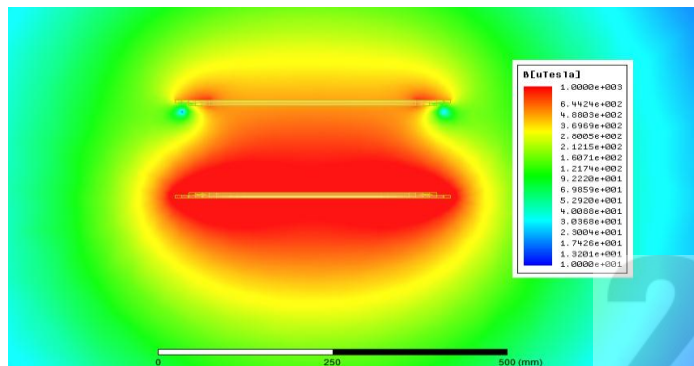
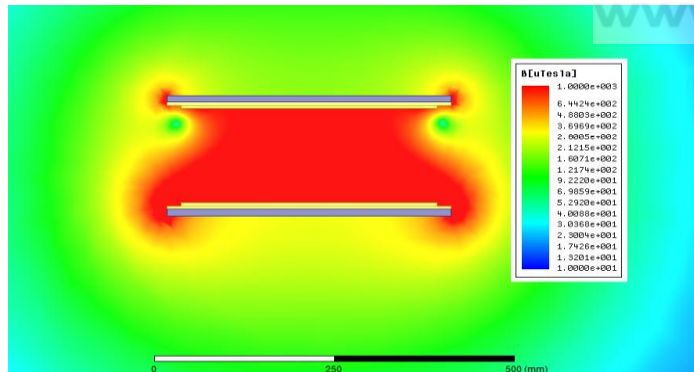

图1 无磁芯
图2 平板磁芯
- 对比分析图1与图2，磁芯具有磁场塑形作用，有效减小磁耦合机构周围磁场分布范围；